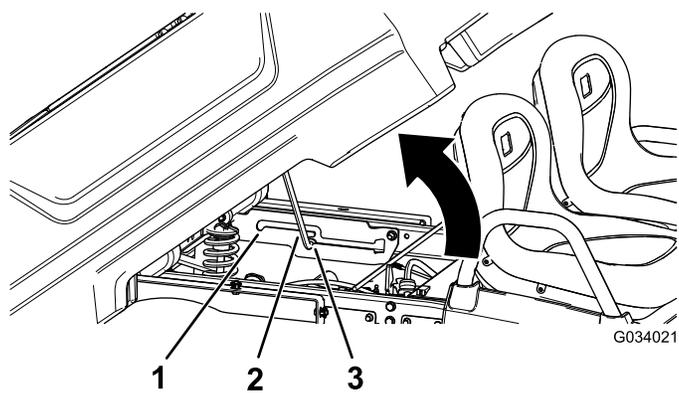

図 12
2. 支え棒をダンプ位置の固定スロットにはめ込んで荷台を固定する 図 12。
2. 支え棒を整備位置の固定スロットにはめ込んで荷台を固定する 図 12。
2. 荷台の底部のスロットにはめ込んであった支え棒を外す 図 12。